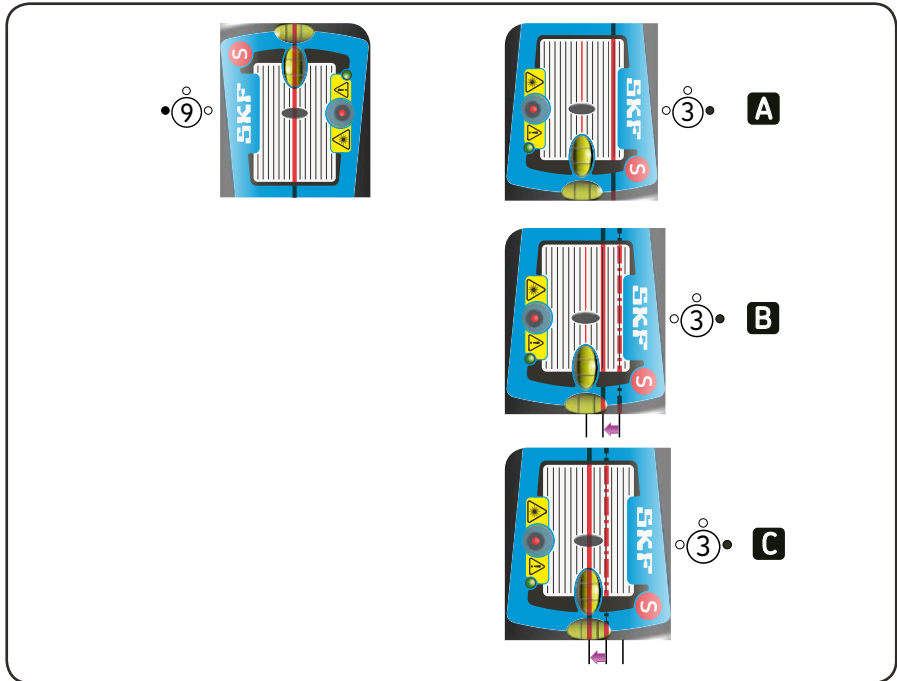

Fig. 13. Alignement grossier
d) Si l'alignement horizontal est très insuffisant, les rayons laser risquent de passer à côté des zones de détection. Si c'est le cas, il convient de procéder à un réglage grossier. Procéder en dirigeant les rayons laser sur les détecteurs de positionnement dans la position 9 heures. Mettre les appareils de mesure en position 3 heures si les rayons touchent l'extérieur de la zone de détection. Ajustez les rayons en position à mi-chemin entre le centre du détecteur et la position effective en vous servant du mécanisme présenté sur la fig. 13. Alignez la machine mobile jusqu'à ce que les rayons atteignent le centre du détecteur de positionnement.